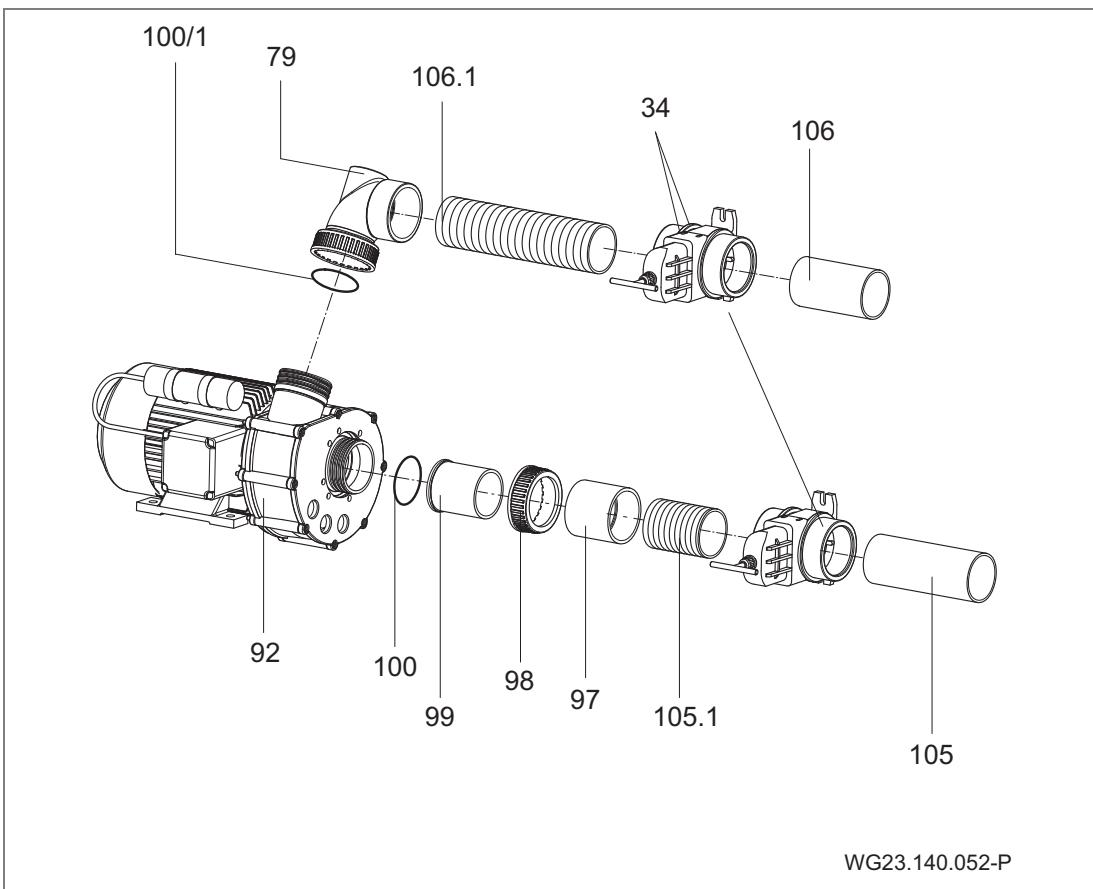

Afb. 18
10. Voer de luchtslangen door de onderste/buitenste openingen van de lampafdekking (110); licht AAN/UIT links; pomp AAN/UIT rechts. Centreer de lampafdekking (110) met het nozzlehuis (102.1) en bevestig deze met vier zelftappers (112). (Afb. 18)
11. Schuif een O-ring (37) op elke pneumatische drukknop (38/1; 38/2). Bevestig de luchtslangen op de betreffende knoppen met de slangklemmen (46). Steek beide pneumatische drukknoppen door de lampafdekking (110) in het nozzlehuis en vergrendel deze door ze met de klok mee te draaien. (Afb. 18)